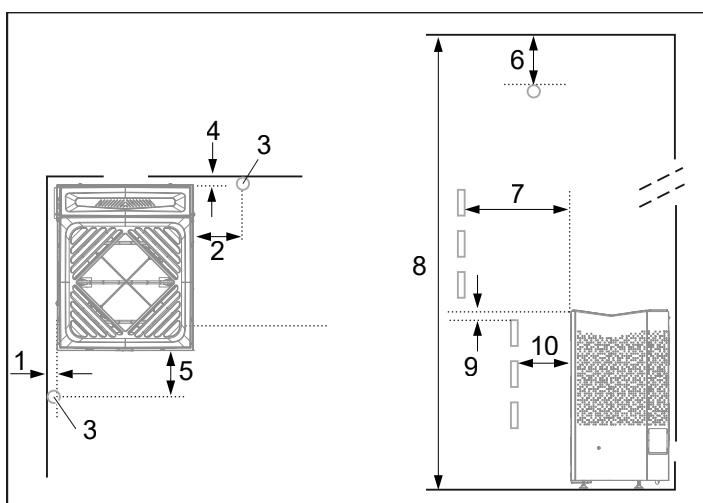
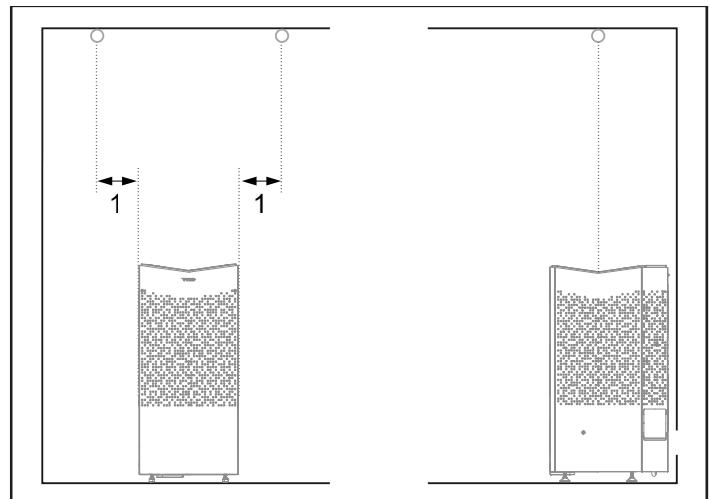

Fig 3: Placering av bastuaggregatet - normalmontage
Fig 4: Takmontering av sensorn
- Planera bastuaggregatets placering (se Avsnittet Aggregatets placering - normalmontage, fig 3).
- Planera sensors placering (se Fig 3 samt Fig 4).
- på säkert avstånd till golvet, sidoväggar och inredning (se Fig 3).
Placera sensorn enligt bilden (se Fig 3), tänk på att inte någon aktiv friskluftsventil närmare än 1000 mm.
Om väggen på vilken sensorn ska installeras är gjord av mycket värmeabsorberande material (t.ex. betong, tegel m.m.) eller om väggen är gjort av härdats glas, kan sensorn placeras i taket med avstånd från aggregatet enligt Fig 4.